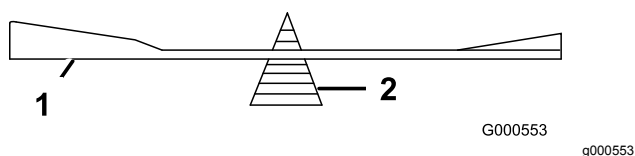

Figura 63
- Controllate l'equilibrio della lama posizionandola su un bilanciatore (Figura 63).